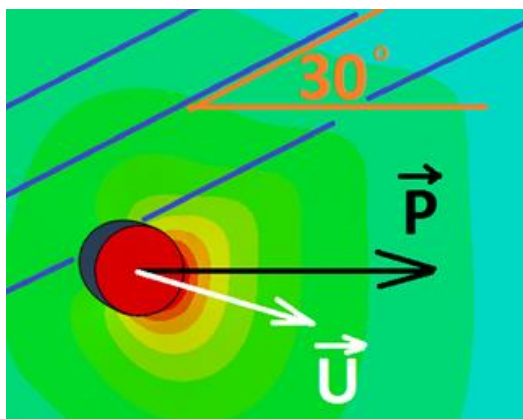

Рис. 12 Несоответствие направления перемещений смятия направлению действия силы смятия в композите
- В ПКМ перемещение смятия, в отличие от металла, не совпадает с направлением действия силы смятия (Рис. 12). Совпадение достигается лишь в том случае, когда сила смятия действует вдоль одного из направлений ортотропии материала. Методика, примененная в данной работе, корректно описывает поведение крепежа только в этом случае. Поэтому в ходе расчетов требуется контролировать получаемые направления сил смятия.